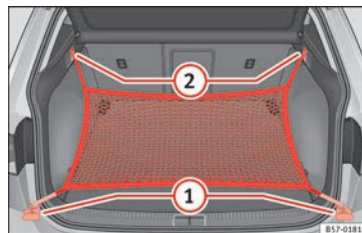

Fig. 168 Dans le coffre à bagages : œillets ① et crochets ② pour accrocher le sac pour filet.
- Fixez les crochets courts du filet aux œillets d'amarrage » fig. 168 ① » ⚠. La fermeture à glissière du sac doit rester vers le haut.
- Fixez les rubans aux crochets pour accrocher des sacs ②.